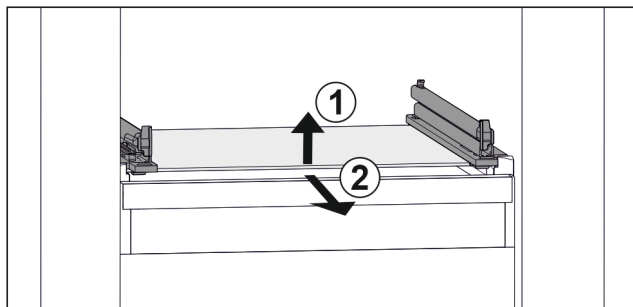

Fig. 73 Exempel på glashylla
- Lyft glashylla fram till. Fig. 73 (1)
- Ta ut glashylla framåt. Fig. 73 (2)